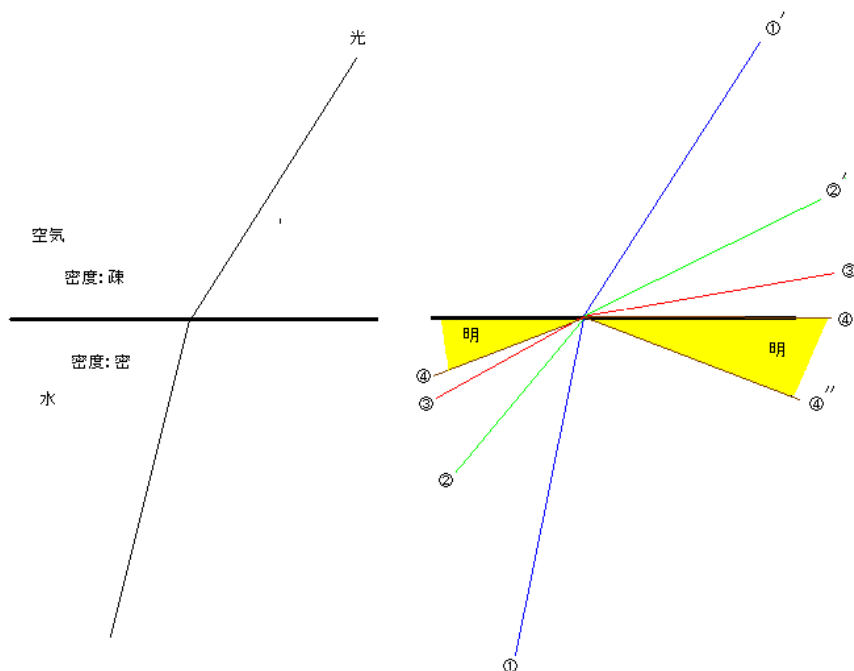

図5-2 光の屈折と反射
例えば、水の入ったコップにストローを入れると、ストローが曲がって見えます。これは、光が屈折するからです。何故そのように見えるかと言うと空気と水の密度が異なるので、光の進み方が違うことによります。図5-2で示すとその図の上のようになります。
宝石屈折計は右上のように光が左下から①、②、③、④と入射するとそれぞれ①'、②'、③'、④'、④''のように屈折と反射をするようになります(図5-2)。